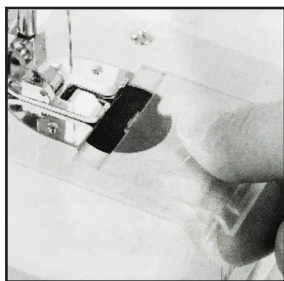

Fig. 3
2. Deslize a tampa protetora da bobina e retire-a. (Fig. 3)